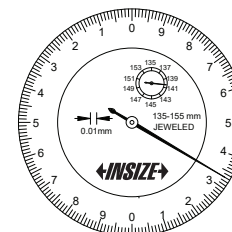

Fig.1
2. Prima della misurazione è necessario calibrare il calibro a quadrante con uno strumento calibrato. Il calibro a quadrante misura lo strumento calibrato (Fig. 1). Se il risultato è uguale al valore normale dello strumento calibrato, il calibro a quadrante è pronto per la misurazione, altrimenti ruotare la ghiera per impostare la lettura in modo che corrisponda al valore normale dello strumento calibrato.